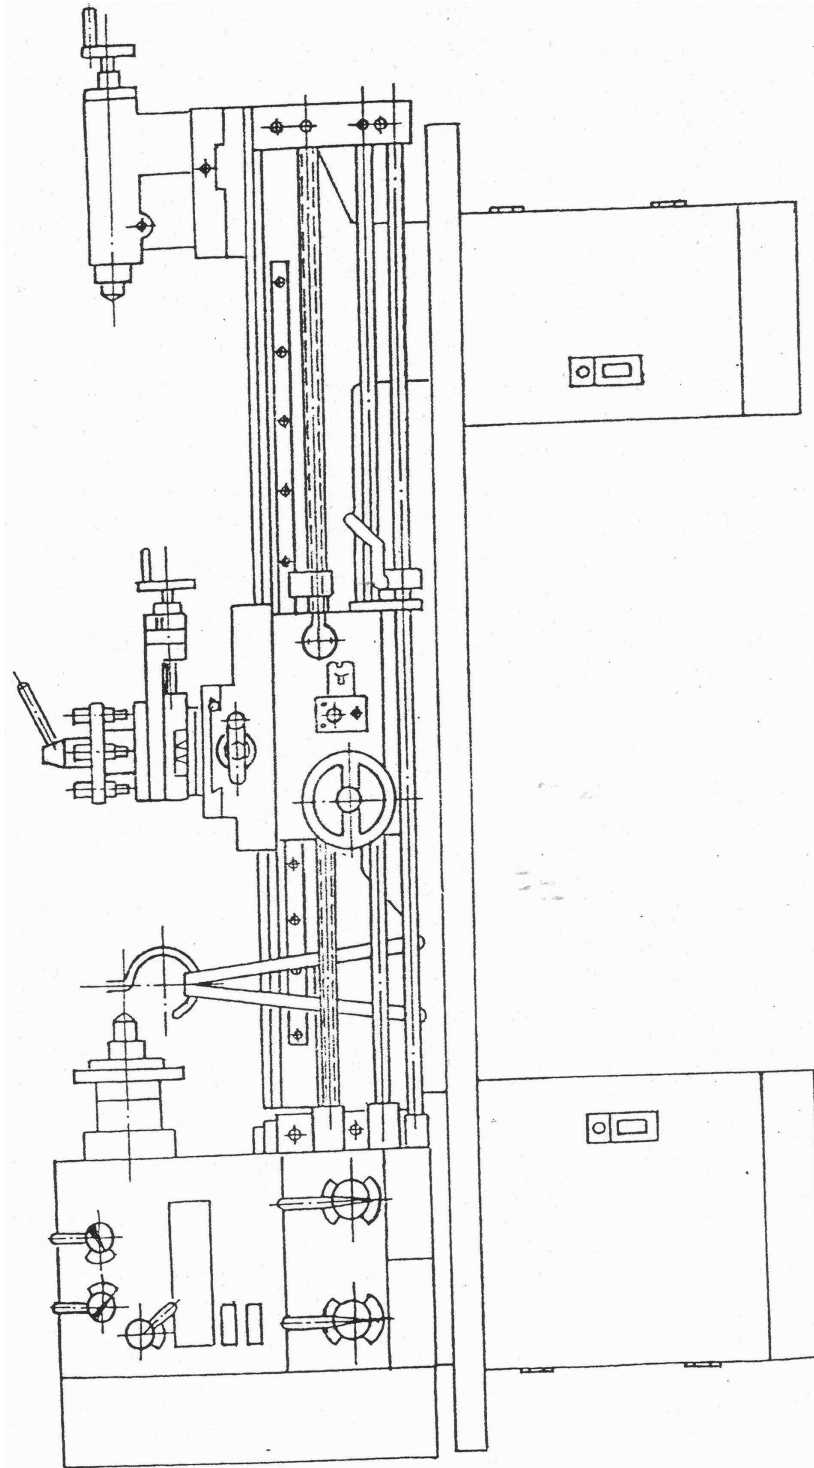

Fig.2 : Position pour soulever le tour
- 3.3. Elinguez le tour comme indiqué sur la Fig.2 du levage pour le transport.